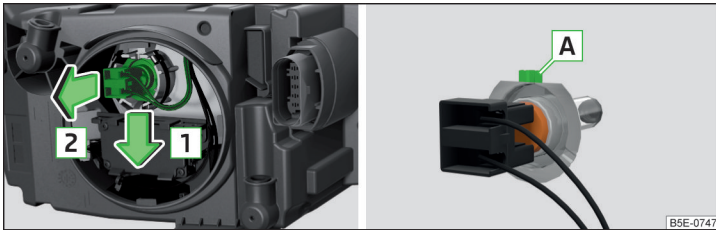

Abb. 357 Glühlampe für Abblendlicht wechseln
- › Den Stecker mit der Glühlampe in Pfeilrichtung **1** lösen » Abb. 357.